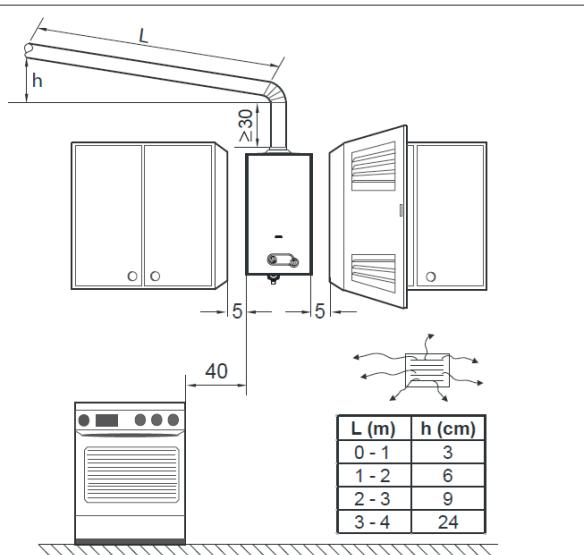

Рис.3
- Для доступа к водонагревателю оставить вокруг него свободное пространство, как показано на рис. 3.
При монтаже дымоотводящего канала на горизонтальных участках необходимо обеспечить уклон вверх на 3 градуса (см. рис.3). Высота вертикального участка дымоотводящей трубы должна быть не менее 30 см.